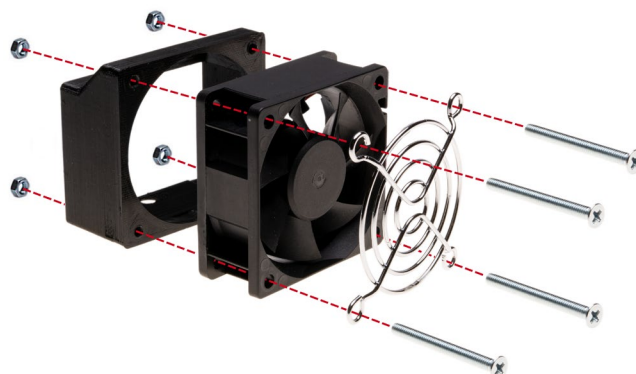

Bild 2: Montage des Elektrogebläses
- Montieren Sie den Umbausatz zu einer Baugruppe. Siehe Bild 2.